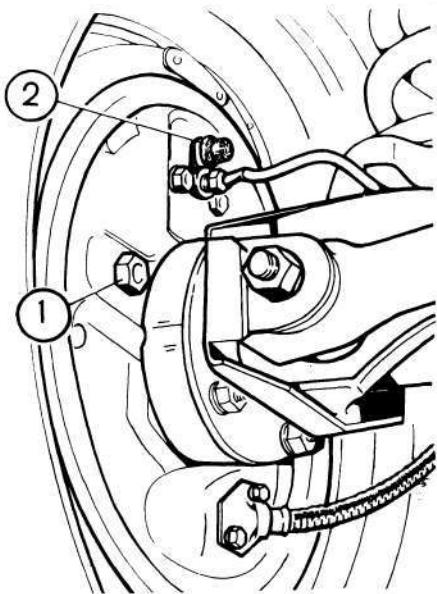

Рис. 63. Вид на щит барабанного тормоза со стороны заднего моста: 1 — головка регулировочного эксцентрика; 2 — штуцер для прокачки гидросистемы задних тормозов
- удерживая колодки прижатыми, поверните головки регулировочных эксцентриков 1 (рис. 63) до их соприкосновения с колодками; отпустите педаль тормоза и поверните головки в обратную сторону примерно на 10°;
2. Аккуратно очистите от грязи и пыли штуцеры 3 (рис. 60) и 2 (рис. 63).